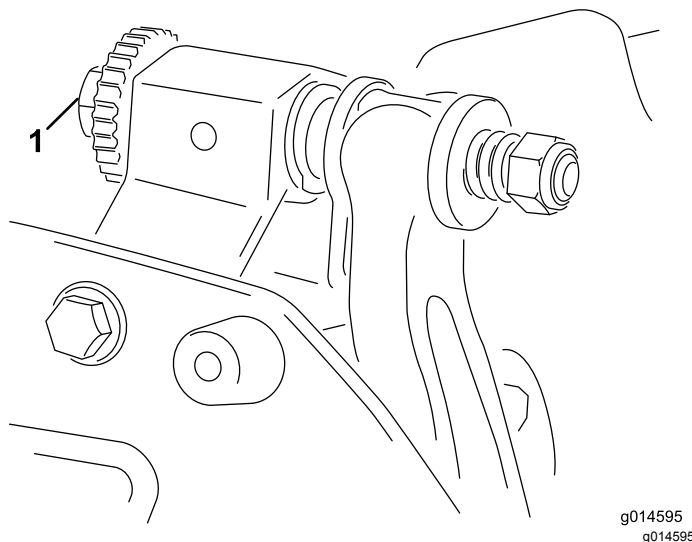

Figura 9
- A. Gire los tornillos de ajuste de la barra de asiento en sentido horario (**Figura 9**), un
6. Gire el tornillo de ajuste derecho de la barra de asiento (Figura 9) hasta que note una ligera presión en el suplemento al moverlo de un lado a otro. Retire el suplemento.